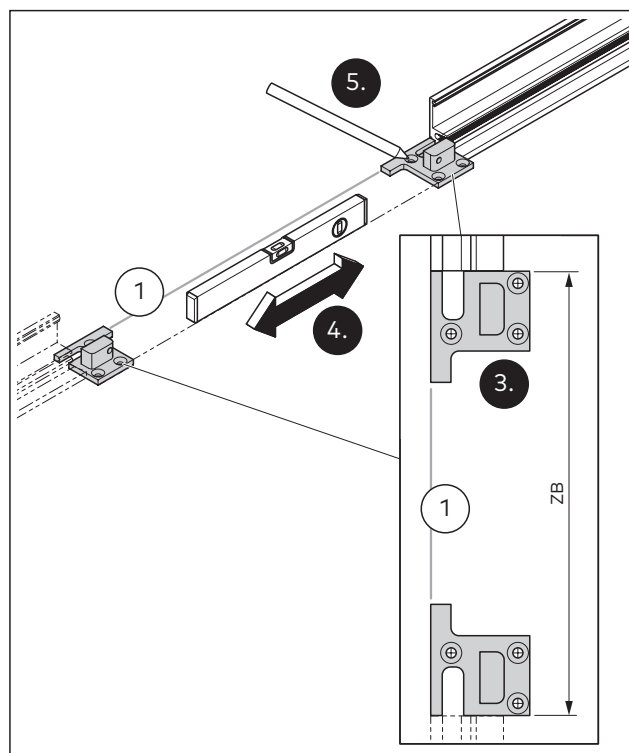

Abb. 18 Die Zargenpositionierer ausrichten
- Die Zargenpositionierer gemäß der Zargenbreite (ZB) und bündig zur Flucht der Anlage an beiden Seiten der Durchgangsöffnung ausrichten (Abb. 18).